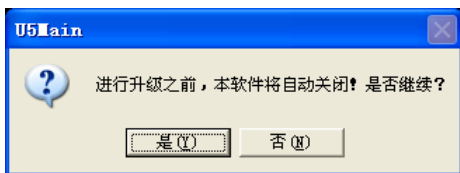
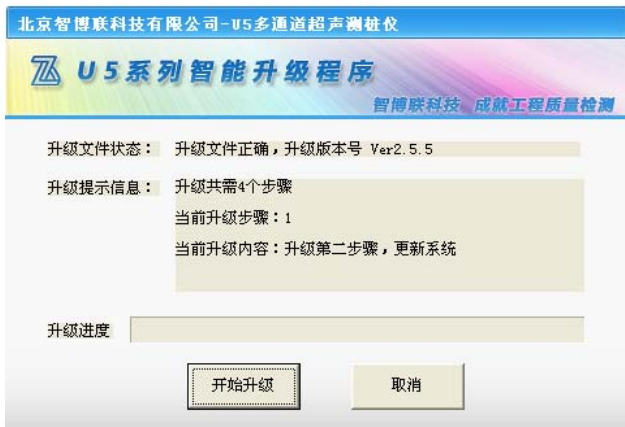

图 3.13.1 升级确认
图 3.13.2 文件校验成功
- 2、将该U盘插入仪器USB接口，点击**软件升级**按钮，弹出提示信息“进行升级之前，本软件将自动关闭！是否继续？”，如图3.13.1所示，点击**否**按钮，则不进行升级，点击**是**按钮即开始查找U盘并进行升级文件的校验，校验成功后，弹出如图3.13.2所示的对话框，显示升级文件状态及提示信息；